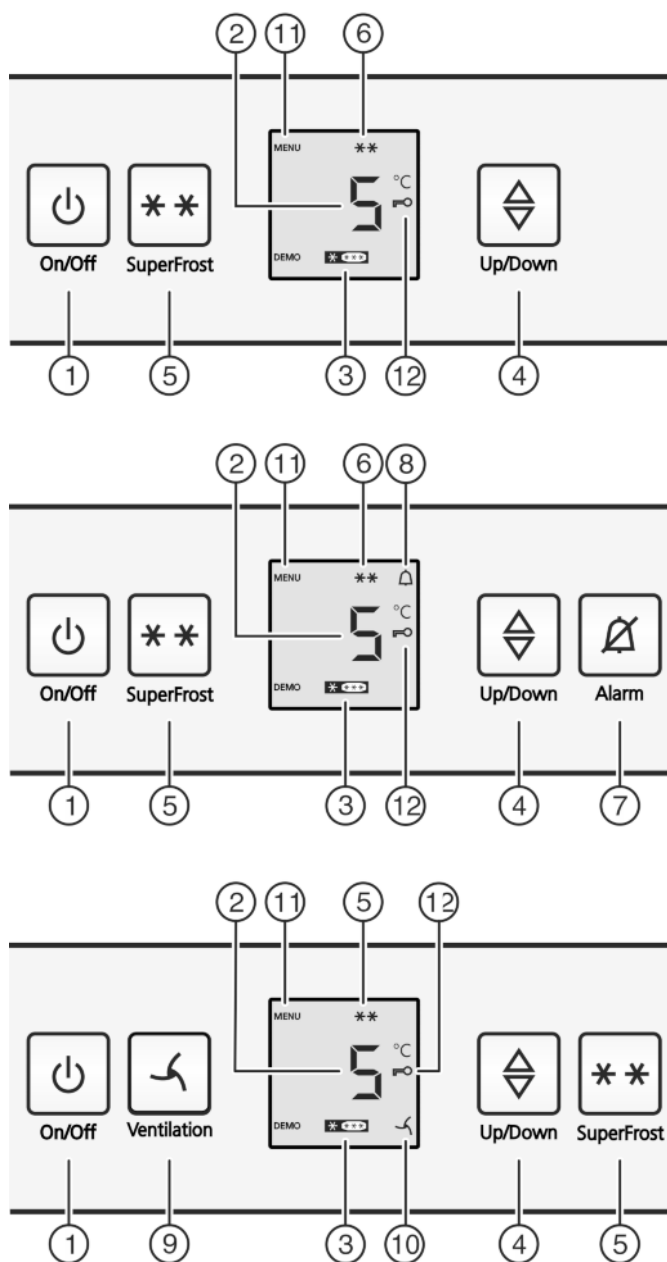

Fig. 2
- ▶ Stiskněte tlačítko On/Off Fig. 2 (1).
- ▶ Zapnutí seřizovacího režimu: Stiskněte tlačítko SuperFrost Fig. 2 (5) asi na 5 sekund.
- ▷ Na displeji se zobrazí Symbol menu Fig. 2 (11).
- ▶ Potvrďte krátce tlačítkem SuperFrost Fig. 2 (5).
- ▷ Na displeji svítí Symbol dětské pojistky Fig. 2 (12).
- ▶ Stiskněte krátce tlačítko On/Off Fig. 2 (1).
- ▷ Symbol dětské pojistky Fig. 2 (12) zhasne.
- ▶ Stiskněte tlačítko Alarm Fig. 2 (7).
Současně bliká ukazatel teploty a symbol Alarm Fig. 2 (8).
Výstražný bzučák se vypne automaticky, symbol Alarm Fig. 2 (8) se vypne a ukazatel teploty přestane blikat, když je teplota zase dostatečně nízká.